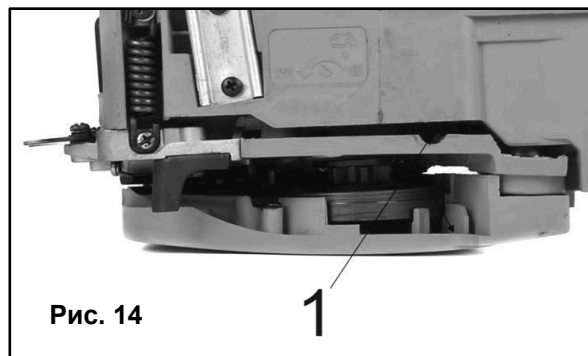

Рис. 14
- Снимите крышку воздушного фильтра (2).
- Снимите воздушный фильтр (3).
- Отсоедините высоковольтный провод от свечи зажигания (4), для этого его понадобится потянуть, и выкрутить.
- Поворот винта (1)(См. Рис.14) по часовой стрелке уменьшает, а против часовой стрелки - увеличивает расход масла.